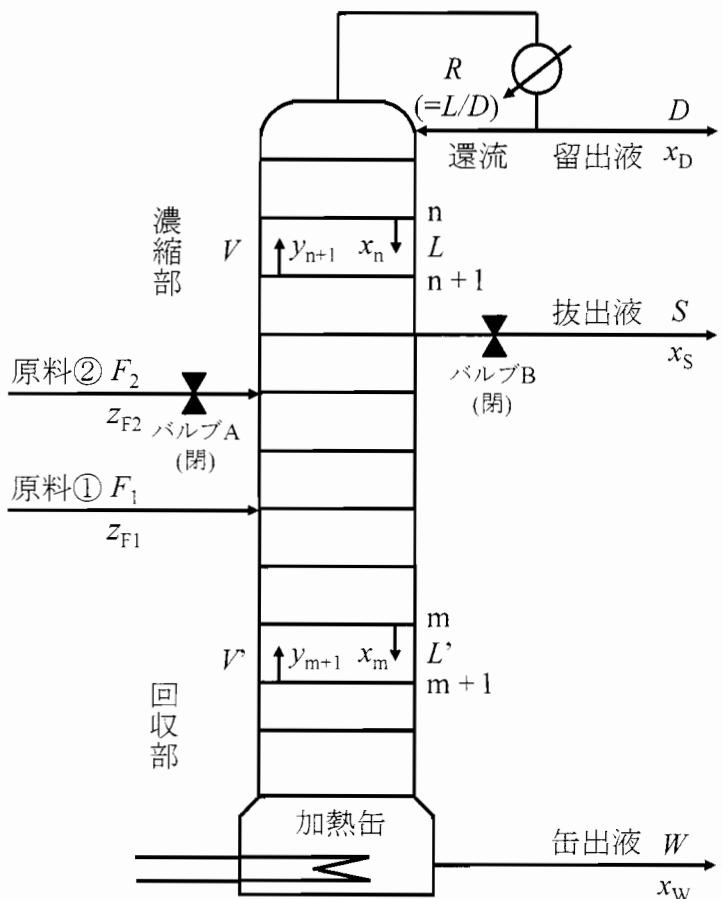

図1
(a) 図1に示す精留塔を用い、大気圧下で2種類の揮発性成分の混合物(理想溶液)を分離するプロセスを考える。沸点の液をモル流量 F_1 で供給し(原料①)、塔頂および塔底から留出液および缶出液を回収し、塔頂では還流する。ここで、McCabe-Thieleの仮定が成立するものとする。